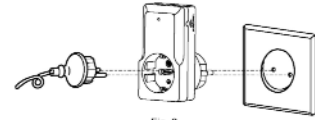

Fig. 2
**3.3 Anslut WP11/WP12 till vägguttaget och anslut belastningen på rätt sätt (se fig. 2).**